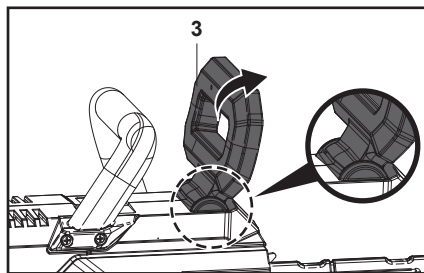

Fig. 17 : Engager le frein de chaîne
**Engager le frein de chaîne** : lorsque le levier de frein de chaîne (3) est engagé, le frein est activé et la chaîne s'arrête (Fig. 17).